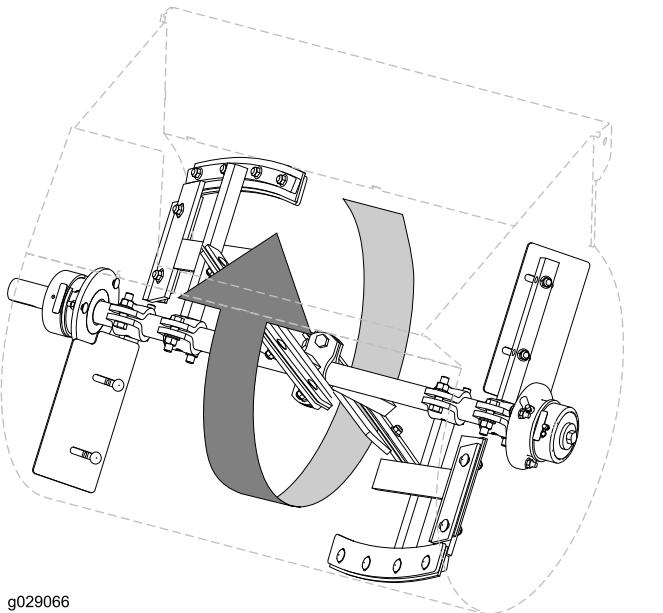

Figure 69
1. Faites tourner la pale de la rangée de pales gauche dans la cuve et localisez dans la cuve la plus petite distance entre la paroi et le racloir de la pale (Figure 69).